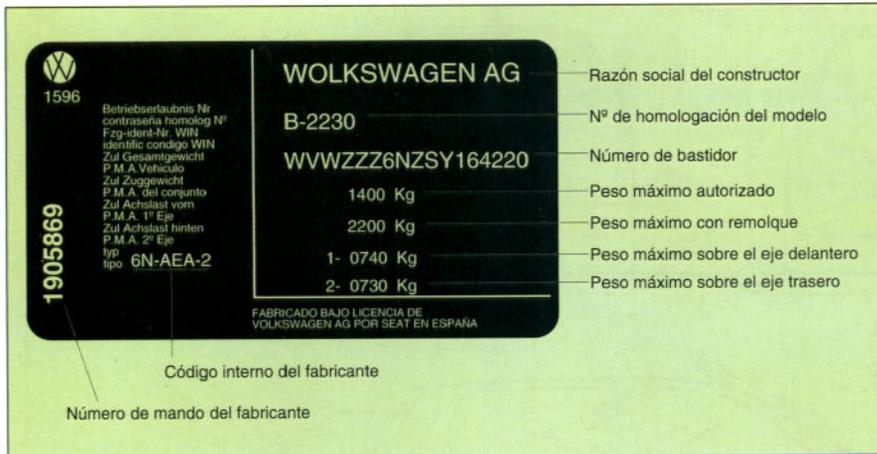

Figura 2. Placa del constructor.
- **La placa del constructor** se encuentra fijada al frente delantero (figura 2).